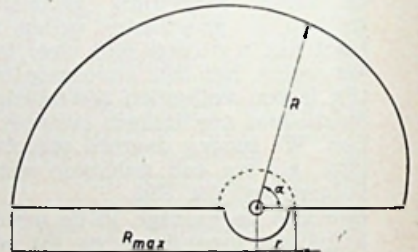

Fig. 11
b) Bij golflengtelineaire variabele condensatoren (nervormige platen, zie fig. 11) is de capaciteit bij verdraaiing over een hoek α